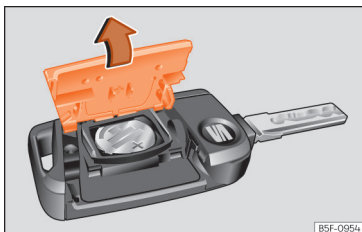

Fig. 94 Chiave del veicolo: aprire il coperchio del vano della batteria.
- Togliere il coperchio della parte posteriore della chiave del veicolo » fig. 94 nella direzione indicata dalla freccia » ❶.
- Collocare il coperchio come illustrato » fig. 94 e inserirlo nel vano batteria nella direzione contraria a quella indicata dalla freccia.